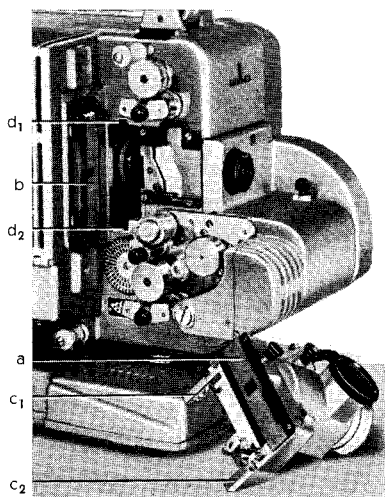
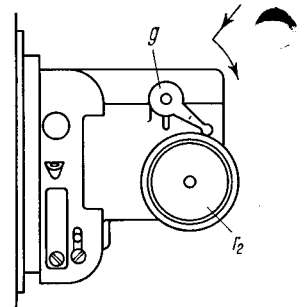

Bild 26 Projektor mit abgenommenem Objektivträger
Bild 33
Gereinigt werden die am Objektivträger befestigte Druckplatte a (Bild 26) des Filmkanals und das gegenüberliegende federnde Bildfenster b. Zur Reinigung dieser Teile wird der Objektivträger abgenommen (siehe Seite 30, Ausbau und Einbau des Objektivträgers).
3. Hebel g (Bild 33) in axialer Richtung herausziehen und bis zum Anliegen auf dem Objektivstellknopf (r_2) drehen.
Der Einbau erfolgt in umgekehrter Reihenfolge. Dabei ist zu beachten, daß der Hebel g , wie in Bild 33 dargestellt, steht. Die Führungsleisten c_1 und c_2 (Bild 26) müssen in die Nuten d_1 und d_2 eingreifen, während der Objektivträger ohne Verkanten mit beiden Händen in die Führung am Projektor gedrückt und in Richtung Bildfenster bewegt wird.